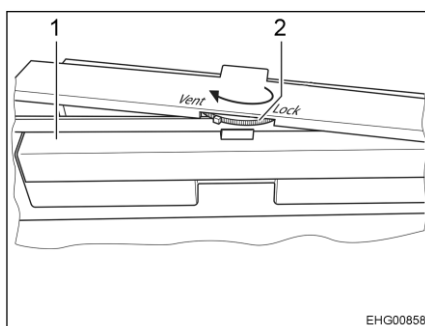

Fig. 60 Molette de verrouillage sur la porte du réfrigérateur
- Tourner la molette de verrouillage (Fig. 60,2) jusqu'en butée en position "Vent".
- Fermer la porte (Fig. 60,1) avec précaution jusqu'à ce qu'elle s'enclenche. La porte est bloquée en position légèrement ouverte.